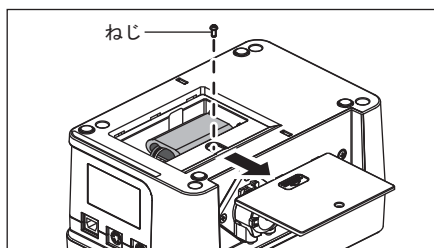

図 23
- 3) バッテリーカバーを矢印の方向にスライドさせて取り外します。(図 23)